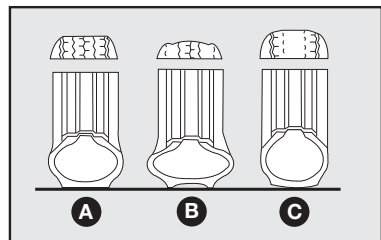

fig. 19
**Um pneu com pressão abaixo do especificado se aquece excessivamente quando em utilização continuada, isso poderá provocar danos aos pneus ou até mesmo o seu estouro. Mantenha sempre os valores de pressão indicados neste manual. Uma pressão errada provoca um desgaste anormal dos pneus fig. 19.**
Uma pressão errada provoca um desgaste anormal dos pneus fig. 19.